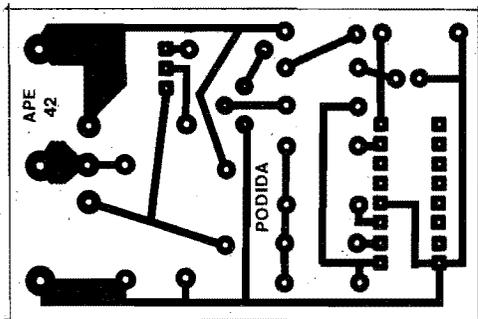

Fig. 2
- FIG. 2 - O LAY OUT DO CIRCUITO IMPRESSO ESPECÍFICO - Em tamanho natural (pode ser copiado diretamente, com carbono, sobre a face cobreada de um fenolite virgem...), o padrão de ilhas e pistas é mostrado na figura, provando o que dizíamos sobre "descomplicação"... Realmente, o arranjo, embora compacto é pouco "congestionado", com o que mesmo quem ainda não tem muita prática na confecção conseguirá "se virar" bem. Devido à presença do Integrado (e das suas inevitáveis ilhazinhas, próximas e rigorosamente alinhadas...) recomendamos enfaticamente a utilização de decalques ácido-resistentes, na elaboração do **lay out** pré-corrosão... Entretanto, quem for bastante atento e caprichoso, também obterá bons resultados usando canetas especiais ou outras formas de demarcar as regiões a serem protegidas do perclororeto de ferro, durante a decapagem do cobre... O fundamental na confecção do Impresso é a rigorosa conferência final (obviamente **antes** de qualquer soldagem...) e a eventual correção de falhas ou "curtos" obviamente danosos ao funcionamento do circuito... As INSTRUÇÕES GERAIS PARA AS MONTAGENS dão "dicas" valiosas para o "antes", o "durante" e o "depois" da utilização prática de Circuitos Impressos... Vão lá... Lembramos que quem optar (e isso, claramente não é "obrigatório", mas ajuda muito...) pela aquisição da PODIDA na forma de KIT (tem um Anúncio/Cupom por aí, em outra página da Revista...) se "livrará" do trabalho de confecção, uma vez que receberá a placa já prontíssima, inclusive com a demarcação do "chapeado" em **silk screen**, o que facilita enormemente a montagem **sem erros**...